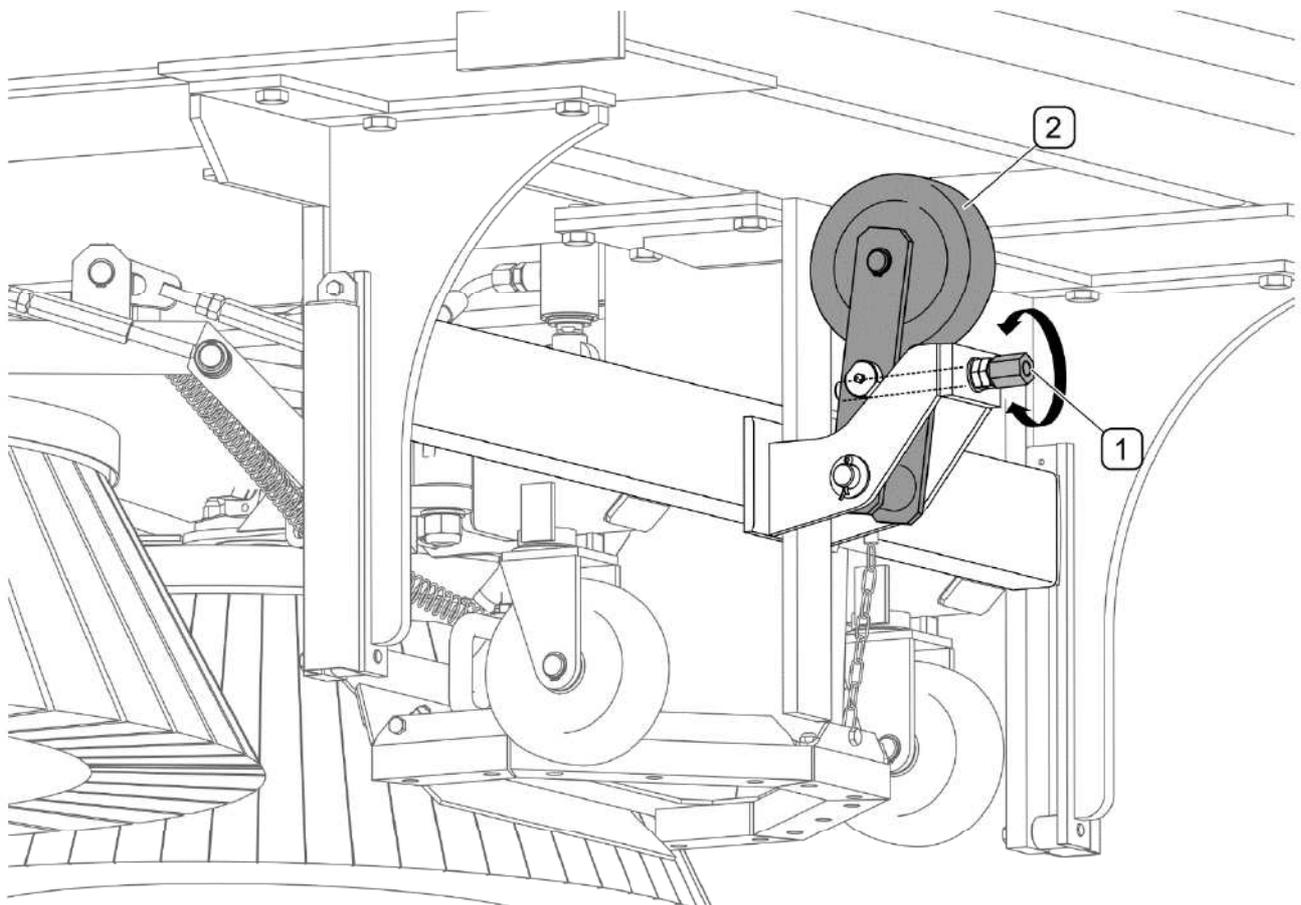

FIGURE 5.6 La mise à niveau du groupe de balayage (vue d'en bas de la machine)
- 1) La mise à niveau du groupe de balayage (FIGURE 5.6)
(1) - vis de réglage; (2) - roue de butée
Au début il convient de positionner le groupe de balayage horizontalement (FIGURE 5.6) en réglant la roue de butée (2). Le réglage se fait par le serrage ou le desserrage de la vis de réglage (1).